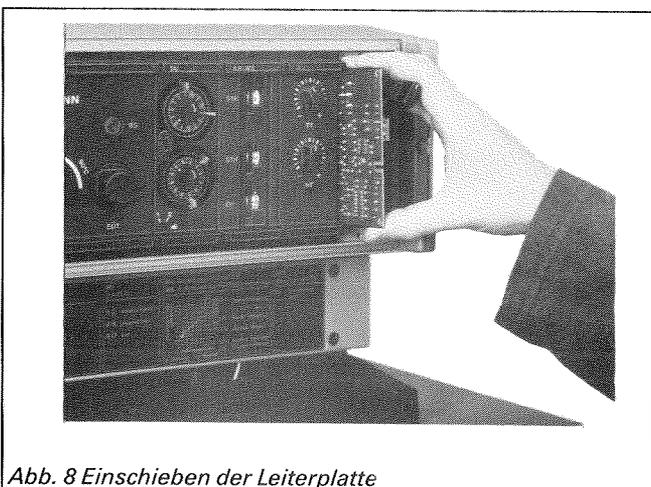

Abb. 8 Einschieben der Leiterplatte
7. Neue Leiterplatte „SPR/T“ einschieben (Abb. 8).